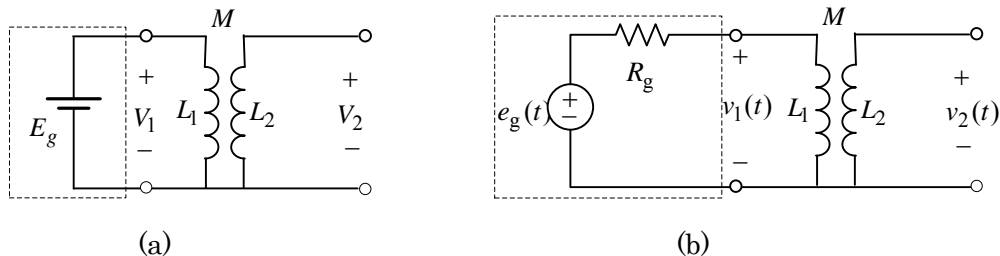
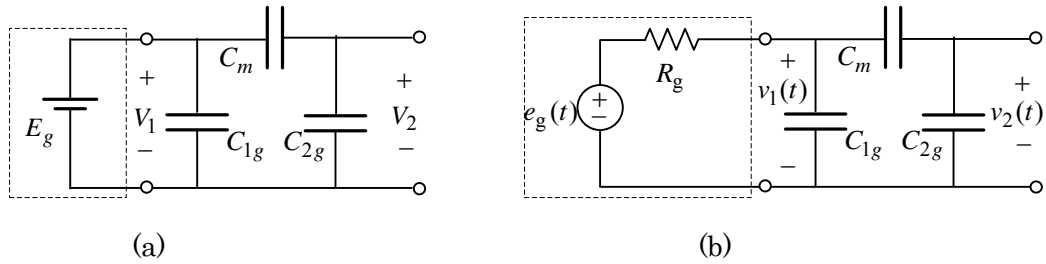

図 2.1 インダクタで構成する回路
図 2.2 キャパシタで構成する回路
2. 次のインダクタ(コイル)で構成する回路(図 2.1)とキャパシタ(コンデンサ)で構成する回路(図 2.2)において、直流電源を接続したときと、交流電源を接続したときで、それぞれの図での右側の端子の直流電圧 V_2 および交流電圧 $v_2(t)$ は観測されるでしょうか。(注：破線内がそれぞれの電源を示す。)